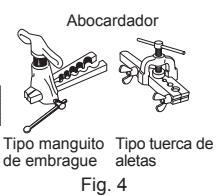

Fig. 2
- 4) Procése el extremo del cable de tierra (Fig. 2). Conéctelo al terminal de tierra de la caja de piezas eléctricas.
- 5) Procése el extremo del cable de conexión de la unidad interior/exterior \odot (Fig. 2). Conéctelo al panel de terminales. Procure no equivocarse al hacer las conexiones. Fije con firmeza el cable al panel de terminales de modo que no quede a la vista ninguna de sus piezas internas y que ninguna fuerza externa afecte a la sección de conexión del panel de terminales.